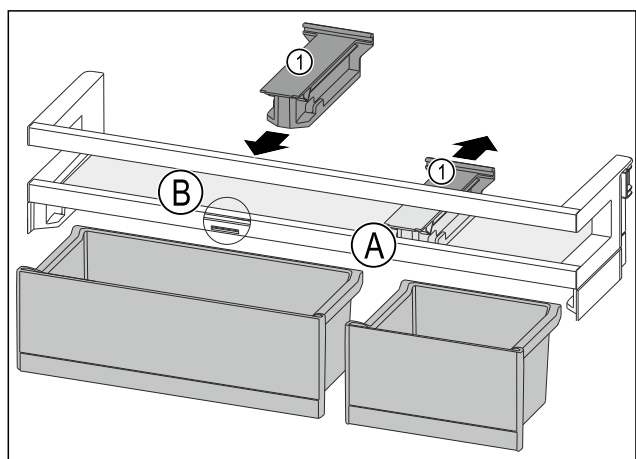

Fig. 193
- ▶ Halteteil Fig. 193 (1) in Position Fig. 193 (A) nach hinten abziehen.
- ▶ Halteteil Fig. 193 (1) in Position Fig. 193 (B) einsetzen.